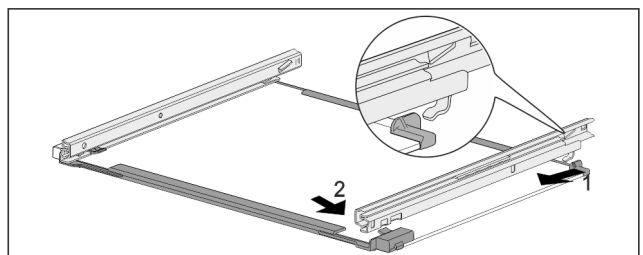

Fig. 174 Скляна пластина з рейками
- ▶ Зачепити рейку ззаду. Fig. 174 (1)
- ▶ Зафіксуйте рейку спереду. Fig. 174 (2)